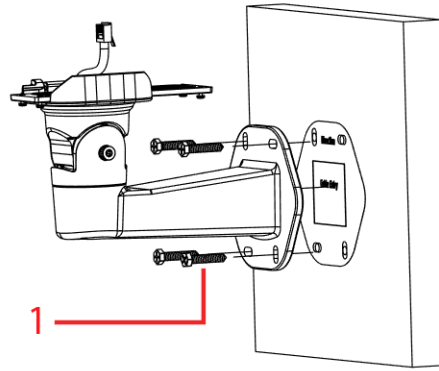

Figure 2
- E. Fixez le bras de montage sur la surface à l'aide des quatre vis TP6x32 mm (1) (Figure 2).